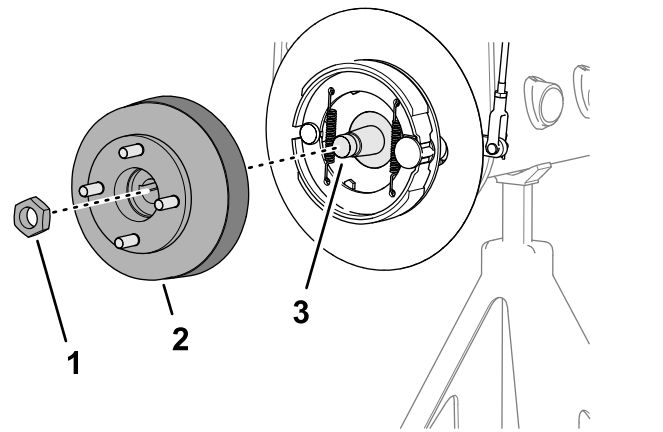

**Figura 63**
1. Rimuovete il dado di bloccaggio che fissa il mozzo all'albero motore della ruota (Figura 63 o Figura 64).
4. Utilizzate l'estrattore del mozzo delle ruote specificato per rimuovere il mozzo della ruota e il tamburo del freno dall'albero motore della ruota (Figura 63 o Figura 64).